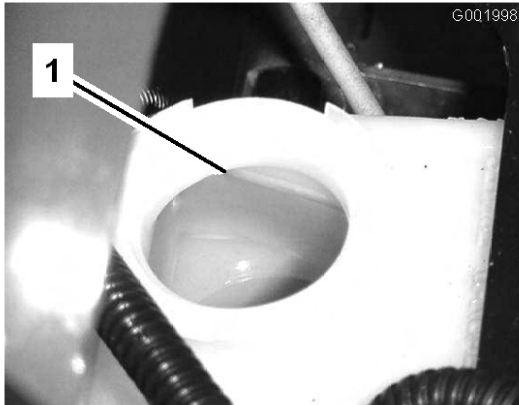

Figura 60
2. O nível do fluido deve estar ao nível da linha Full indicada no reservatório (Figura 60).